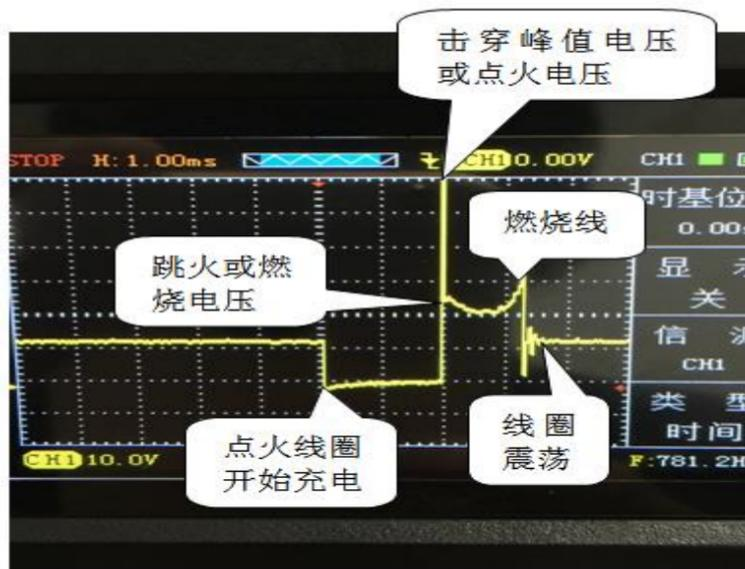
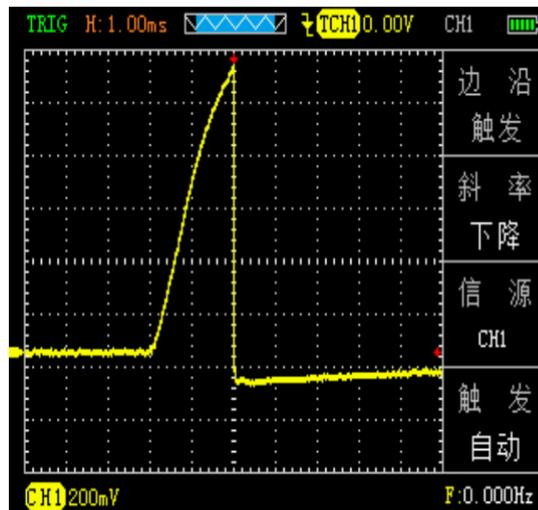
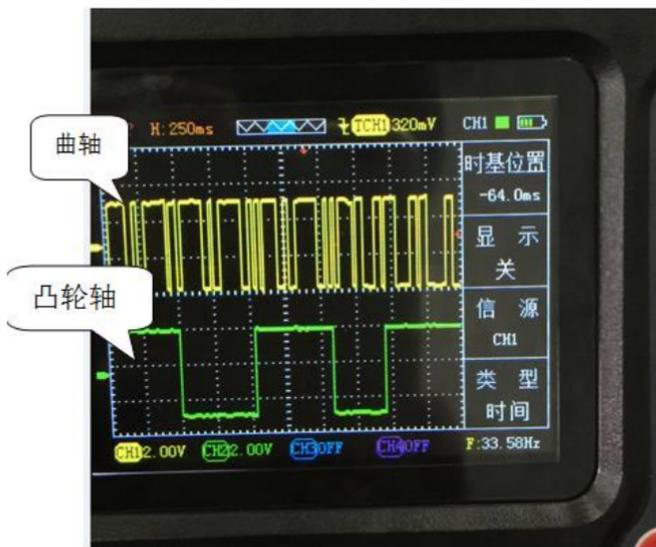

图 1 初级点火
图 2 初级点火电流
图4 曲轴、凸轮轴位置传感器(霍尔式)
- ①示波器装上电池后，长按示波器的红色电源“”键，直到听到蜂鸣器响即可松手，此时示波器进入主菜单界面，如右图 1
- ②进入主菜单界面后，可通过上下左右按键选择仪器工作模式然后按“OK”键，默认选中“点火”选中后进入点火功能选择界面，然后通过上下键选择“初级点火”即可进入示波器操作界面，如右图 2
- ③将探头接到示波器 CH1 且探头调置 10X 档，然后接地夹接到信号地或搭铁
- ④由于示波器初级点火已默认好设置（探头档 10X，时基档 1ms），只需将探头针连接点火线圈即可直观的显示波形。如图 1（当波形晃动变化太快难以捕捉，可以设置触发模式为单次触发再去检测）
- ⑤按下“CH1”，可以查看各项数值和配置（配置已默认）
- ⑥显示的波形可以自行通过调节时基、垂直伏/格和触发方式实现自己的需求（时基、垂直伏/格和其他的具体操作方法请参考通用示波器操作）
右图 1
右图 2
- ①同初级点火步骤 1
- ②进入主菜单界面后选择“点火”，然后进入子菜单按上下键选中“初级点火（电流）”，进入操作界面前会提示“需配合电流钳使用”等待几秒即可进入示波器界面
- ③将电流钳接到示波器 CH1，由于示波器初级点火已默认好设置（探头档 1X，时基档 1ms），只需将电流钳连接点火线圈即可直观的显示波形。如图 2
- ④按下“CH1”，可以查看各项数值和配置（配置已默认）
- ⑤显示的波形可以自行通过调节时基、垂直伏/格和触发方式实现自己的需求（时基、垂直伏/格和其他的具体操作方法请参考通用示波器操作）
- ①示波器装上电池后，长按示波器的红色“”键，直到听到蜂鸣器响即可松手，此时示波器进入主菜单界面，如右图 1 所示
- ②进入主菜单界面后选择“传感器”，然后进入子菜单按上下键选中“曲轴、凸轮轴位置传感器”（如右图 2），进入二级子菜单按上下键选择“磁电式”或“霍尔式”，按“OK”键确认后进入操作界面前会分别提示“幅度随转速变化”和“0-5v 或 0-12v”等几秒后即可进入示波器界面（注：通道和功能要对应 CH1:曲轴位置传感器，CH2: 凸轮轴位置传感器）
- ③将俩根探头分别接到示波器 CH1、CH2 且探头调置 1X 档，然后接地夹接到信号地或搭铁
- ④由于示波器“磁电式”和“霍尔式”功能已默认好设置（探头档 1X，时基档 10ms），只需将俩根探头接到对应的信号即可直观的显示波形，如图 4（所测是 800 转下的波形）
- ⑤按下“CH1”或“CH2”，可以查看各项数值和配置（配置已默认）